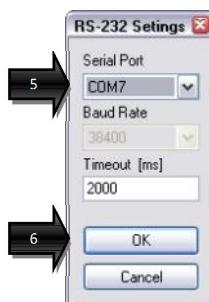

Рисунок 7 – Настройка связи
- 4.5 Далее «DriveGUI» предлагает выбрать номер COM-порта  для связи и таймаут (рис. 7). В рассматриваемом примере коммутация с приводом осуществляется через «COM7» (см. п. 3.3), значение таймаута рекомендуется оставить заводским (2000 мс).